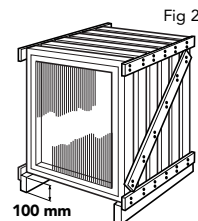

Fig 2
- fönstren skall placeras på högkant på plant underlag minst 100 mm över golvet, och så att beslagen inte skadar övriga fönster, se fig 2.